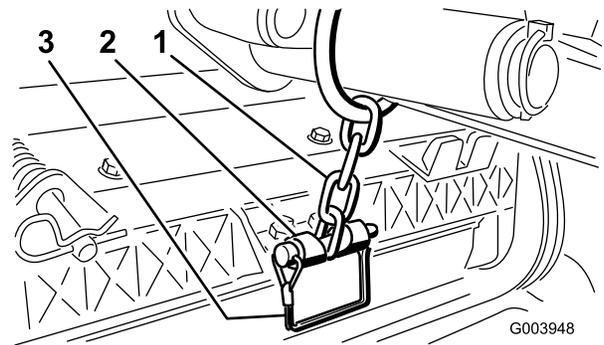

Bild 10
11. Befestigen Sie die Hubarmkette mit dem Einraststift an der Kettenhalterung (Bild 10). Verwenden Sie die